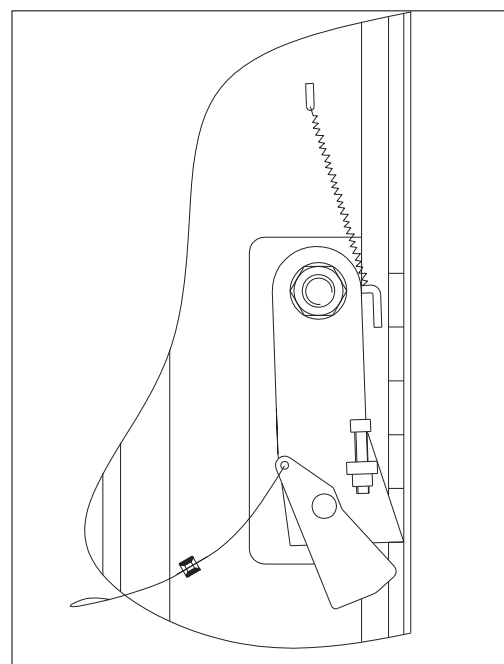

рис. 16
- ◆ У разі поломки гідроциліндра спрацьовують запобіжні стопори (рис. 16) в стійках. Вони переміщуються під дією пружини і негайно зупиняють каретки, запобігаючи їх опускання.